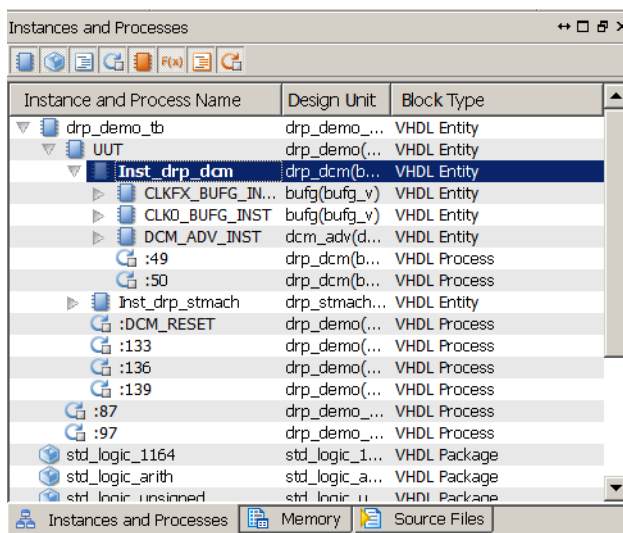

図 3-16 : [Instances and Processes] パネル
1. [Instances and Processes] パネルで、図 3-16 に示すように drp_demo_tb の階層を展開表示します。